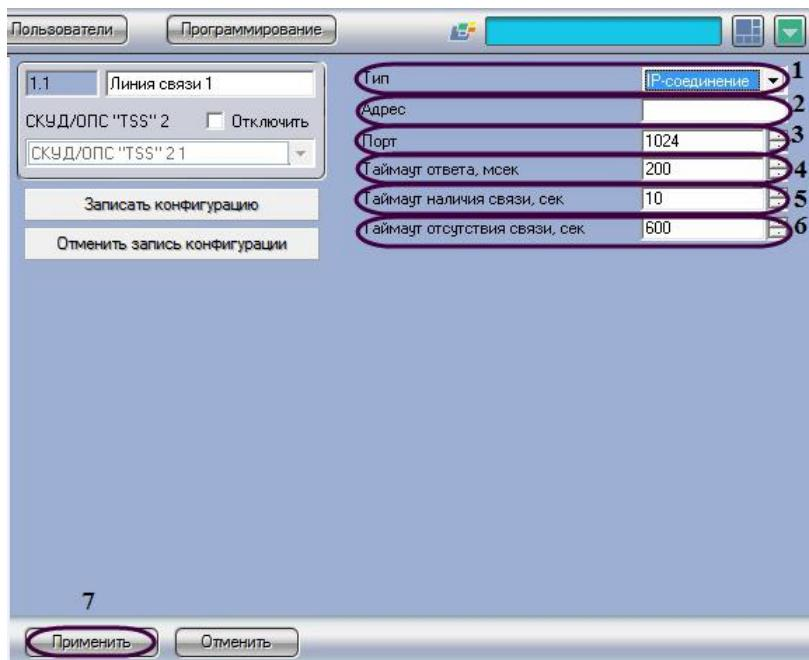

Рис. 3.3—3 Панель настроек подключения СКУД/ОПС TSS2 через Ethernet-соединение
- Перейти на панель настроек объекта СКУД/ОПС TSS2 (Рис. 3.3—3).
- Из раскрывающегося списка **Тип** выбрать **IP-соединение** (см. Рис. 3.3—3, 1).
- В поле **Адрес** ввести IP-адрес линии связи (см. Рис. 3.3—3, 2).
- В поле **Порт** с помощью кнопок **вверх-вниз** установить номер порта линии связи (см. Рис. 3.3—3, 3).
- В поле **Таймаут ответа, мсек** необходимо с помощью кнопок **вверх-вниз** ввести время в миллисекундах ожидания ответа связи от контроллера, по истечении которого пакет сообщений не принимается (см. Рис. 3.3—3, 4).